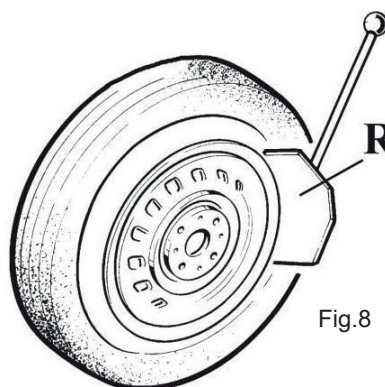

Fig.8
Positionner le détailonneur (R) contre le talon du pneu, à environ 1 cm de la jante (fig. 8). Faire attention à la pelle, qui doit agir sur le pneu et non sur la jante.